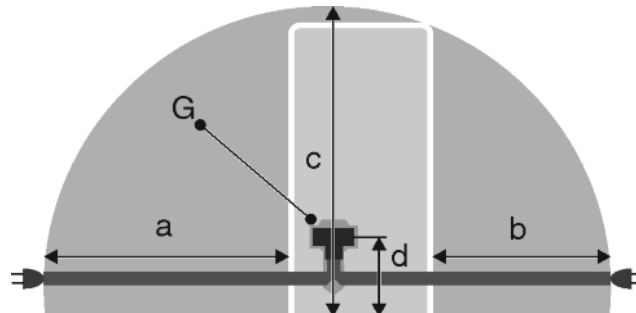

Fig. 28
- Gniazdo znajduje się poza tylną częścią urządzenia w podanym obszarze *Fig. 28 (a, b, c)*.
- ▶ Wtyczkę urządzenia *Fig. 28 (G)* podłączyć z tyłu urządzenia. Zwrócić uwagę na prawidłowe zażebienie.